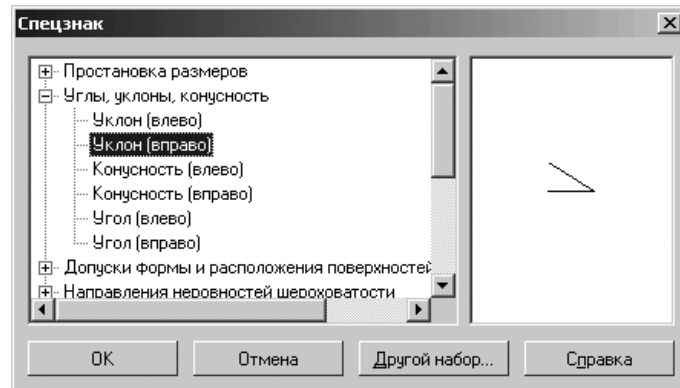

Рис. 5.58. Диалоговое окно **Спецзнак** с выделенным пунктом **Уклон (вправо)**
- щелкните в раскрытом пункте **Углы, наклоны, конусность** по пункту **Уклон (вправо)**. В правой части диалогового окна **Спецзнак** появится вид этого знака. Это состояние диалогового окна **Спецзнак** показано на рис. 5.58.